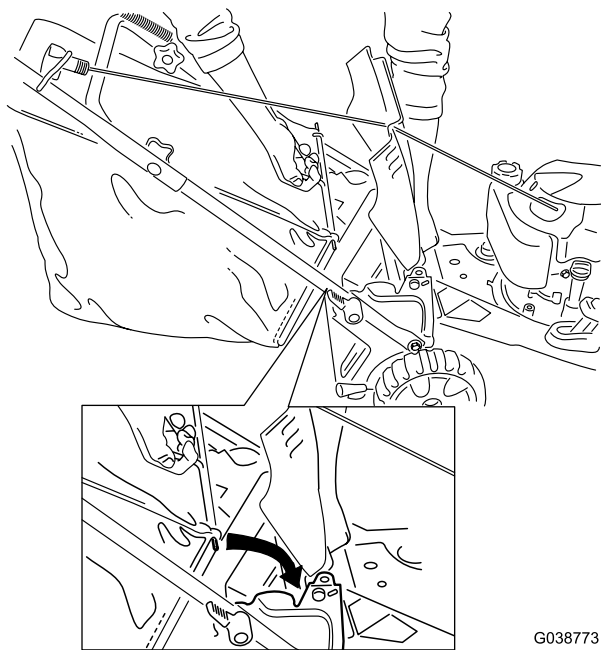

Рисунок 21
2. Поднимите и удерживайте в верхнем положении задний отражатель, установите травосборник в выемки и опустите задний отражатель (Рисунок 21).